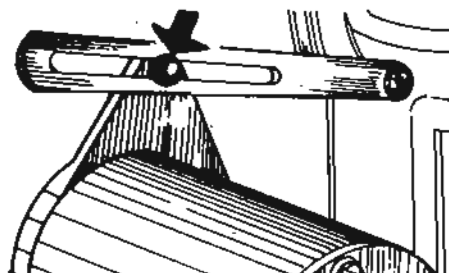

Fig.5
- b Suelte el tornillo que sujeta la dínamo a la corredera (fig. 5).